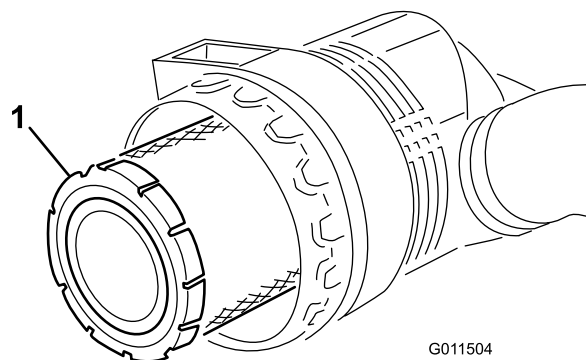

Figura 50
3. Retire y cambie el filtro primario (Figura 50).